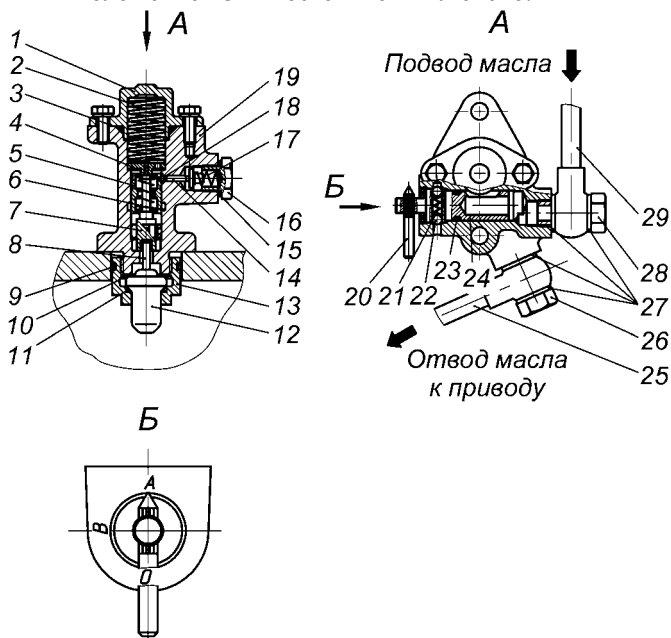

Рис. 44. Включатель:
- Выключатель механического типа (рис. 44) совмещенный с термодатчиком и ручным переключателем режимов. Устанавливается на водяную трубу двигателя.
**Включатель механического типа** привода вентилятора (рис. 44) служит для управления фрикционным приводом. Режим его работы устанавливается с помощью ручного переключателя 20, имеющего три положения: